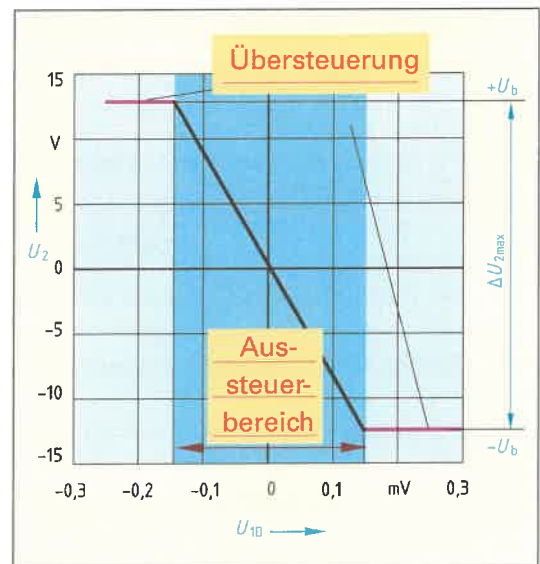

Bild 3: Kennlinie eines Operationsverstärkers
3. Die Steuerkennlinie eines Operationsverstärkers (Bild 3) stellt die Ausgangsspannung  $U_2$  in Abhängigkeit der Differenzeingangsspannung  $U_{1D}$  dar.
a) Kennzeichnen Sie in Bild 3 die Bereiche der Aussteuerung und der Übersteuerung.